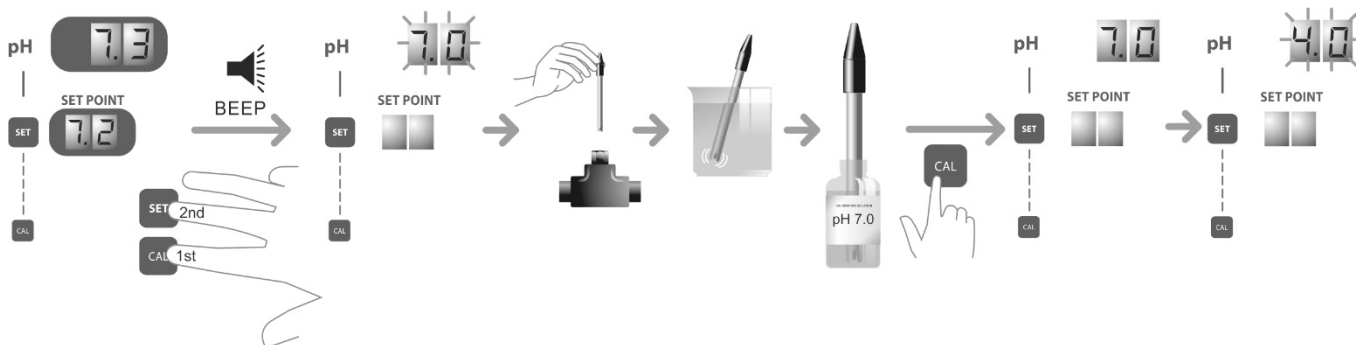

Fig. 15a
2. Premere contemporaneamente i tasti "CAL" [8] e "SET" [7] qualche secondo finché il display superiore [5] non lampeggia indicando "7.0" (fig. 15a).